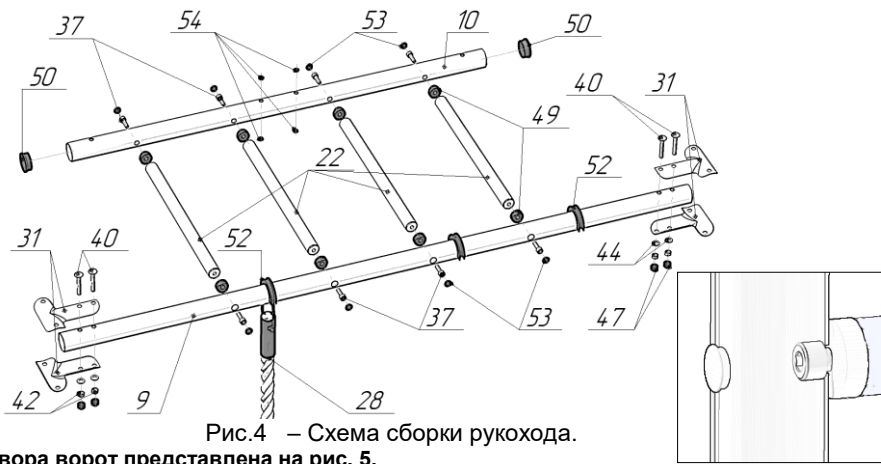

Рис.4 – Схема сборки рукохода.
6.3. Сборка рукохода представлена на рис. 4.